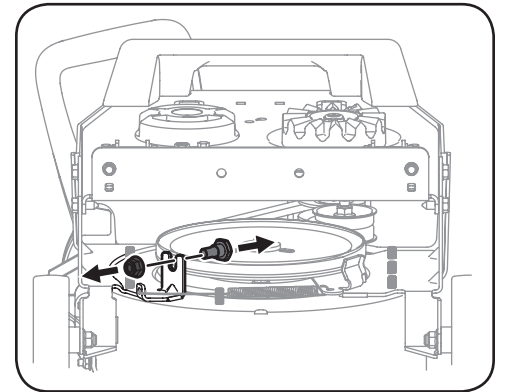

Figura 5-9
6. Extraiga el perno de reborde y la tuerca de seguridad del guardacorrea y guárdelos para volver a colocarlos posteriormente. Consulte la Figura 5-9.
9. Vuelva a instalar el perno con reborde guardacorrea. Consulte la Figura 5-9.